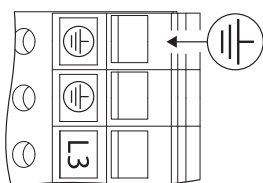

Fig. 26: Împământare suplimentară
- Din cauza curentului de scurgere apărut la motoare începând cu 11 kW, trebuie montată o împământare suplimentară conform EN 61800-5-1:2008-04 (consultați Fig. 26).